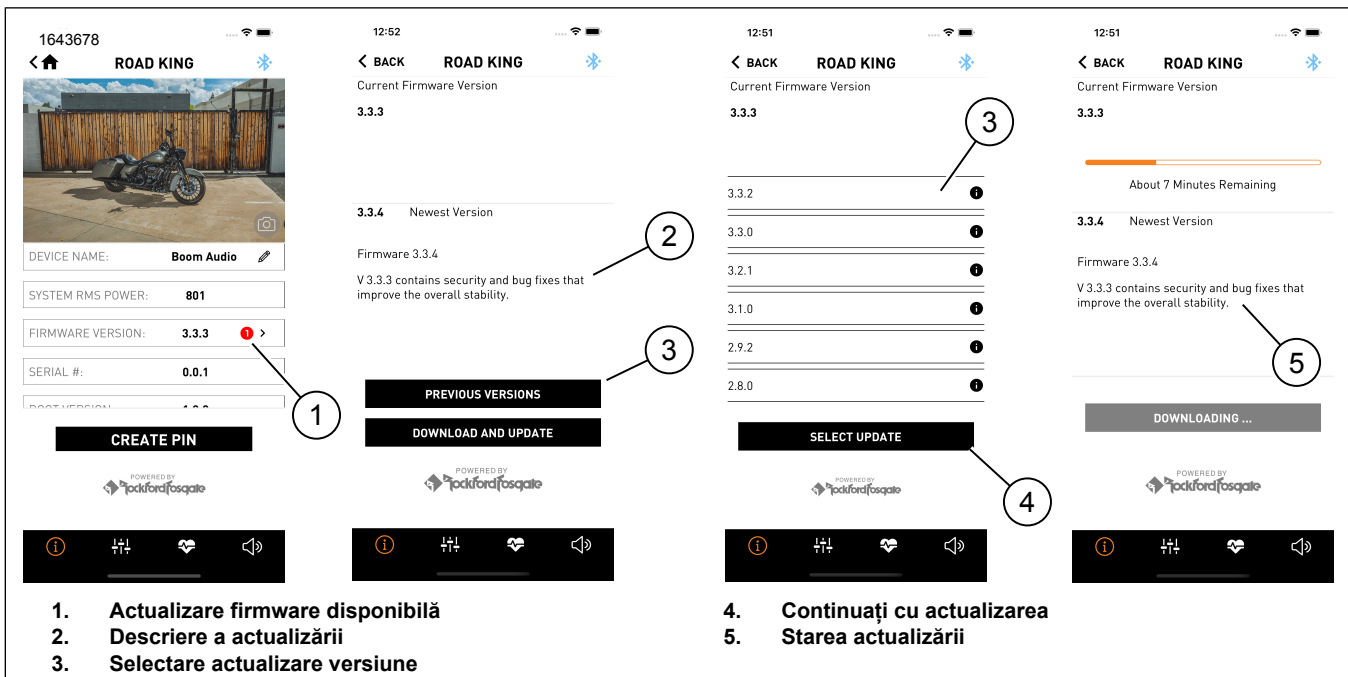

Figura 19.
1. Figura 19 Cercul roșu indică faptul că există o actualizare de firmware disponibilă (1).
2. Scurtă descriere a actualizării (2).
- b. Apăsați versiunea anterioară (3) dacă se dorește acea versiune.
3. Selectați o actualizare de versiune (3) și continuați cu actualizarea (4).